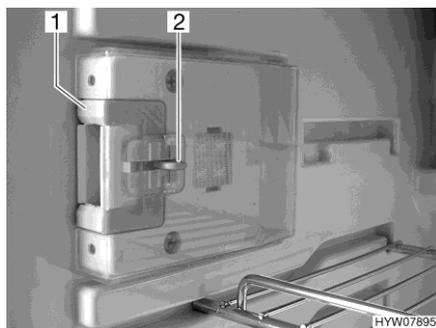
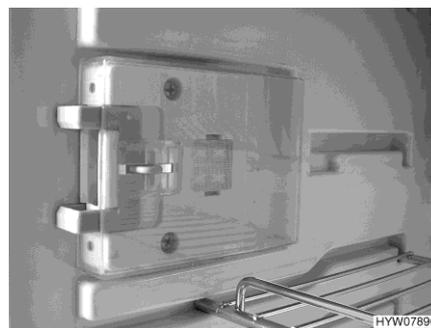

Fig. 163 Dispositif de fermeture (position normale)
Fig. 164 Dispositif de fermeture (position de ventilation)
■ Presser le bouton de déverrouillage (Fig. 163,2).
■ Pousser le dispositif de fermeture (Fig. 163,1) vers l'avant (Fig. 164).